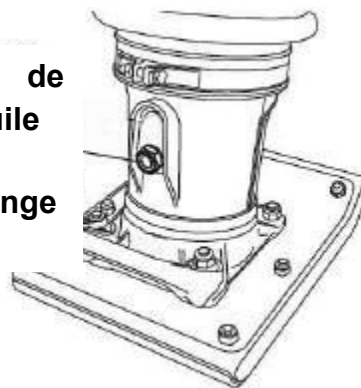

**Figure12 Filtre à Air du Moteur**
- Le filtre à air (Figure 12) du côté du moteur sera difficilement contaminé, s'il en est, mais après avoir nettoyé l'élément avec du kérosène, le tremper dans de l'huile mélangée constituée de 3 parts d'essence et 1 part d'huile à moteur. Ensuite, serrer fermement l'élément primaire externe (éponge) et secouer bien l'élément secondaire interne avant de les installer.